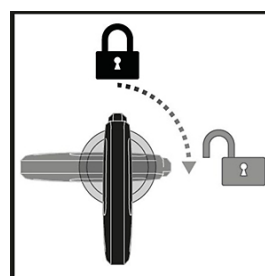

図 A1
1. ①E460 ケースのキーシリンダーに②キーを奥までしっかりと挿し込み、②キーを右（3 時方向）に回してケースのロックを解除します。（図 A1 参照）